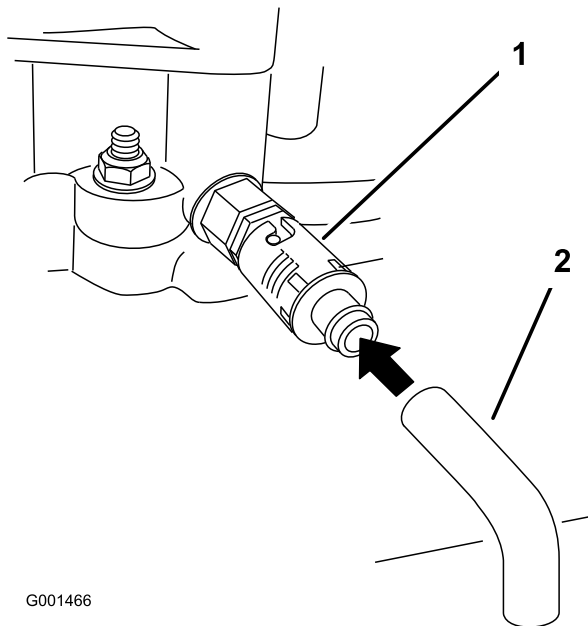

Figura 27
- Coloque un recipiente debajo del tubo de vaciado. Gire la válvula de vaciado para que se drene el aceite (Figura 27).
- Retire el tubo de vaciado (Figura 27).